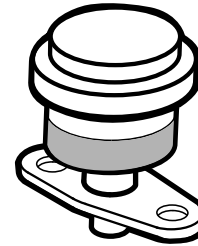

Bild 39
Warten Sie den Hauptluftfilter nur, wenn die Wartungsanzeige dies anzeigt (Bild 39). Das frühzeitige Auswechseln des Luftfilters erhöht nur die Gefahr, dass Schmutz in den Motor gelangt, wenn Sie den Filter entfernen.
1. Überprüfen Sie die Blockadeanzeige des Filters. Wenn die Anzeige rot ist, muss der Luftfilter ausgetauscht werden (Bild 39).